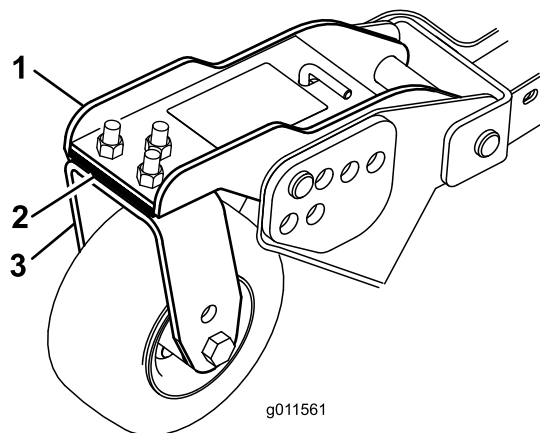

Figure 27
3. Ajoutez ou retirez des cales de 3 mm sur le(s) bras pivotant(s) avant pour que la hauteur de coupe corresponde à celle indiquée sur l'autocollant (Figure 27).
5. Si le bord intérieur du plateau de coupe latéral est trop élevé par rapport au bord extérieur du plateau de coupe avant, retirez une cale de 3 mm au bas du bras pivotant intérieur avant du plateau latéral (Figure 27).